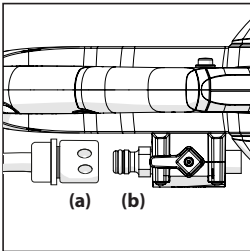

Rys. 5
- Obrócić osłonę do optymalnej pozycji za pomocą uchwytu obrotu. (Rys. 5)